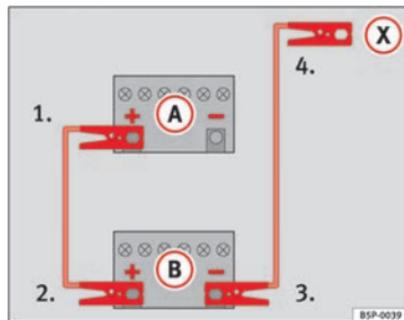
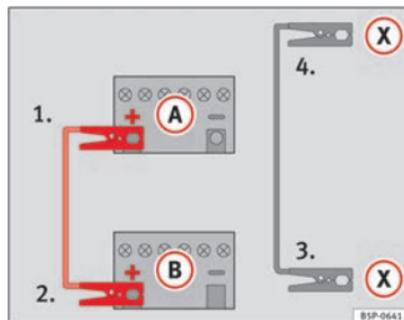

Fig. 161 Esquema de conexión para vehículos sin sistema Start Stop.
Fig. 162 Esquema de conexión para vehículos con sistema Start Stop.
- Emborne un extremo del cable *rojo* de emergencia al polo positivo (+) del vehículo con la batería descargada (A) ⇒ fig. 161.
- Emborne el otro extremo del cable *rojo* de emergencia al polo positivo (+) del vehículo que suministra la corriente (B).
- Emborne un extremo del cable *negro* de emergencia al polo negativo (-) del vehículo que suministra la corriente (B) ⇒ fig. 161.
- Emborne el otro extremo del cable *negro* de emergencia (X), en el vehículo con la batería descargada, a una pieza de metal maciza que vaya atornillada al bloque motor o al mismo bloque motor pero más alejado posible de la batería (A).
- Emborne un extremo del cable *rojo* de emergencia al polo positivo (+) del vehículo con la batería descargada (A) ⇒ fig. 162.
- Emborne un extremo del cable *negro* de emergencia (X) a un terminal de masa adecuado, a una pieza de metal maciza que vaya atornillada al bloque motor o al mismo bloque motor ⇒ fig. 162.